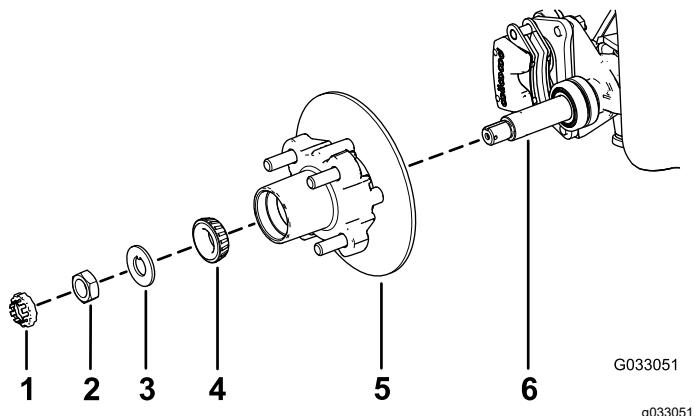

Figura 34
1. Aplique una ligera capa de grasa del tipo especificado en el eje (Figura 34).
2. Monte el cubo y el rotor en el eje con el rotor hacia dentro (Figura 34).
3. Monte el cojinete exterior en el eje y acople el cojinete al anillo de rodadura exterior (Figura 34).
4. Monte la arandela con pestaña en el eje (Figura 34).
5. Enrosque la tuerca en el eje y apriete la tuerca a 15 N·m, girando el cubo para asentar el cojinete (Figura 34).
2. Alinee las pastillas de freno en cada lado del rotor (Figura 30) y los taladros del soporte de la pinza con los taladros de montaje del freno de la mangueta (Figura 34).